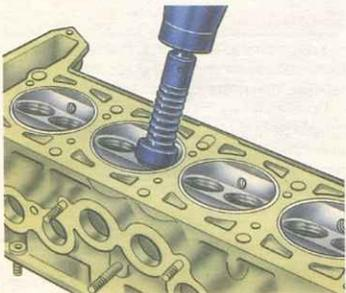

Рис. 3.45. Шлифование рабочей фаски седла клапана
– наденьте на направляющий стержень А.94059 пружину А.94069/5, установите на шпindel А.94069 конический круг А.94078 для седел впускных клапанов или круг А.94100 для седел впускных клапанов, закрепите шпindel в шлифовальной машинке и шлифуйте седло клапана (рис. 3.45).